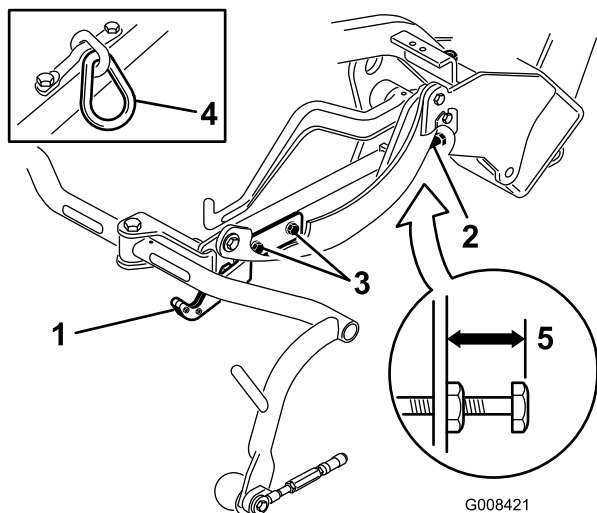
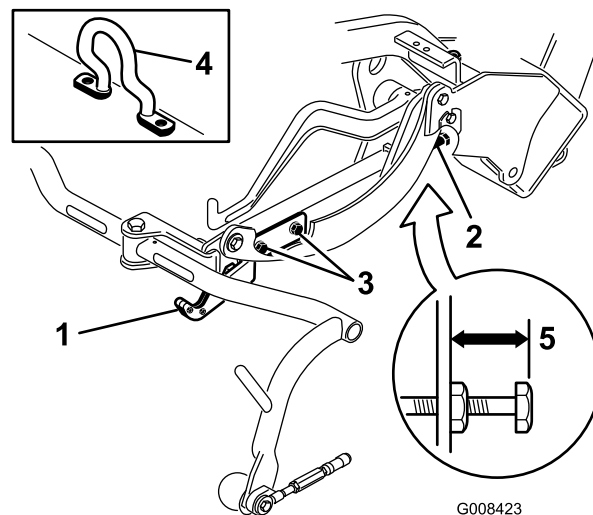
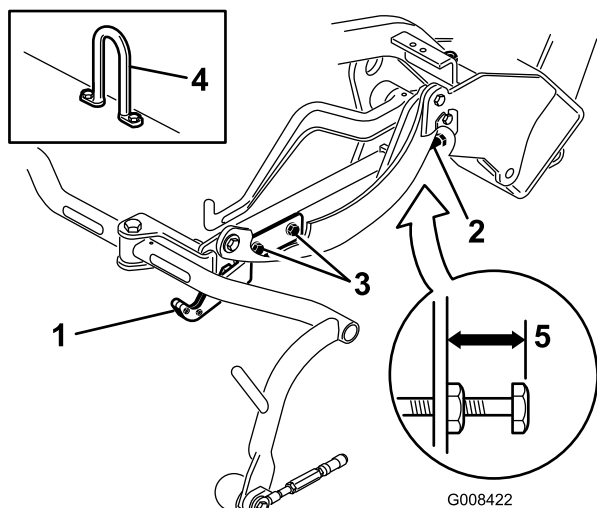

Figure 19
Figure 21
Figure 20
Vérifiez la hauteur de transport (Figure 19 et Figure 20) et ajustez-la au besoin.
2. Sur les plateaux de coupe équipés d'un maillon de chaîne ou d'un crochet de levage droit (Figure 19 et Figure 20, détails), vérifiez qu'un espace de 22 mm existe entre le haut de la vis de réglage du bâti porteur et l'arrière du bâti porteur. Si l'espace n'est pas correct, passez à l'étape 4. Si le plateau de coupe est équipé d'un crochet de levage décentré (Figure 21), passez à l'étape suivante.
4. Desserrez les vis de la plaque de transport (Figure 19, Figure 20 et Figure 21).
7. Si les bâtis porteurs ne sont pas tous à la même hauteur, desserrez l'écrou de blocage de la vis de réglage de chaque bâti (Figure 19, Figure 20 et Figure 21). Tournez la vis vers l'extérieur pour élever le bâti ou vers l'intérieur pour l'abaisser. Serrez l'écrou de blocage une fois la hauteur correcte obtenue.
3. Sur les plateaux de coupe équipés d'un crochet de levage décentré (Figure 21, détails), vérifiez qu'un espace de 25 mm existe entre le haut de la vis de réglage du bâti porteur et l'arrière du bâti porteur. Si l'espace n'est pas correct, passez à l'étape 4.